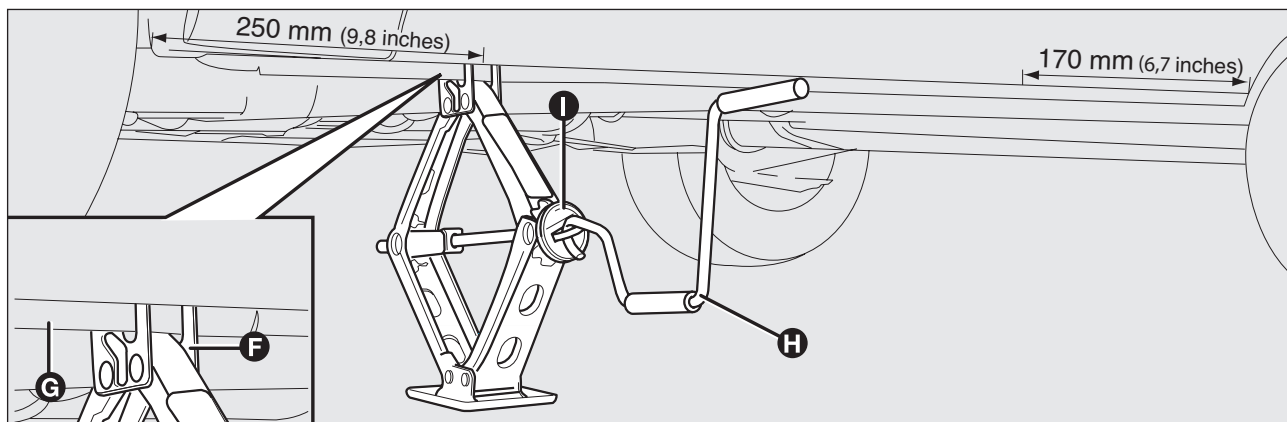

fig. 6
- ☐ assurez-vous que la cannelure **F**-fig. 6 du vérin est bien en contact avec la patte **G** de l'élément latéral;